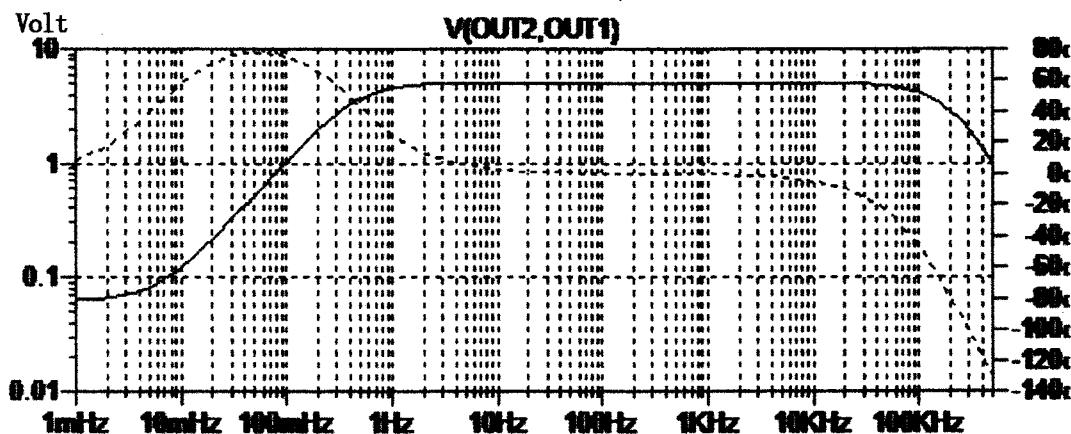

図1 シミュレーションでの周波数特性
- (2) 周波数特性: 1Hz~80kHz -1dB ・・図1参照
- (3) 歪率 : 約0.02%@0.1W・6Ω ~ 0.2%@3W・6Ω (100Hz、1kHz、10kHz)
- (4) ダンピングファクタ : 約150 (@6Ω、2mW~3W、10Hz、100Hz、1kHz、10kHz)
- (5) ゲイン